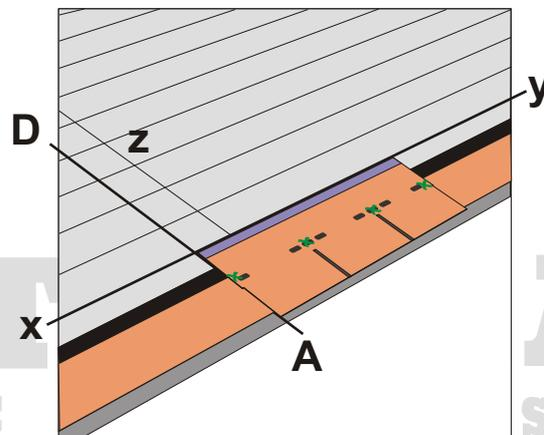

Abb.5 Verlegung der ersten ELITE Schinde
- Die Schindeln für die Anfangsreihe werden an die Gerade AD angelegt (Abb.5).